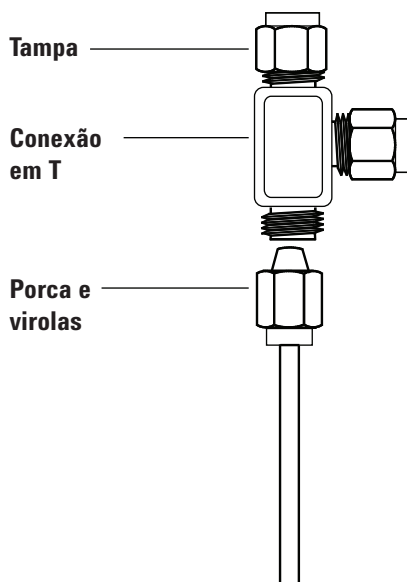

Figura 23 T Swagelok
- 1 Corte a tubulação onde quiser instalar o T. Conecte a tubulação e o T com uma conexão Swagelok. Consulte Figura 23.